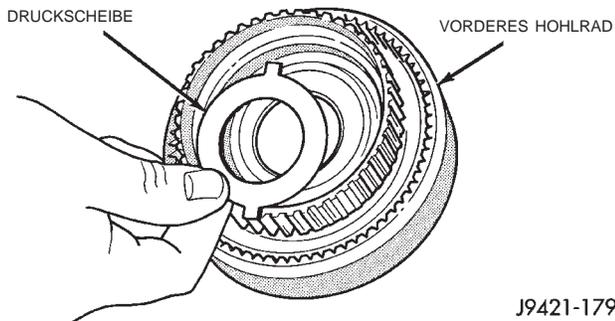

Abb. 160 Druckscheibe an vorderem Hohlrads anbringen
(18) Druckscheibe auf vorderen Hohlradträger setzen (Abb. 160). **Beachten, daß die Scheibe mit zwei Nasen versehen ist. Diese Nasen werden in die Schlitze der Hohlradnabe eingepaßt.**